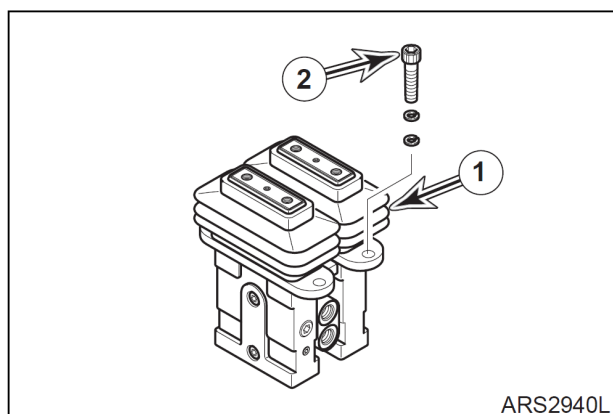

Рис. 10
15. Снять четыре болта с шайбами (2, рис. 10) и клапан педали (1).